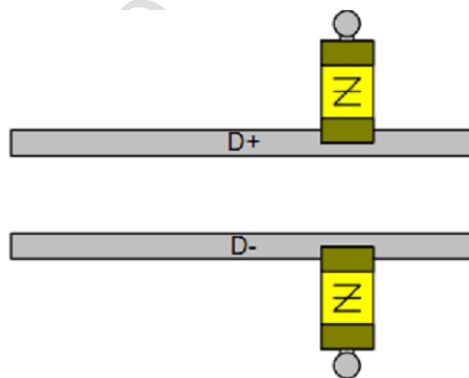
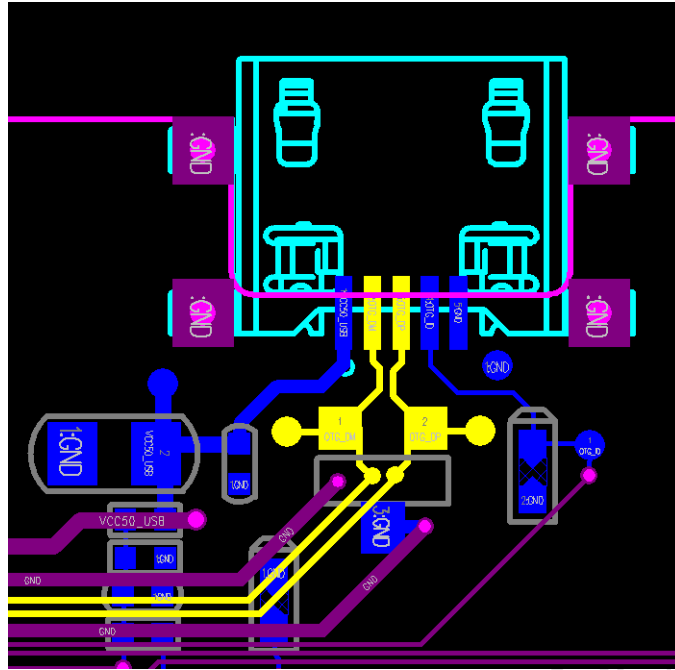

图10-6
图 10-7
- ESD保护器件、共模电感和大电容在布局时应尽可能的靠近USB接口，如图10-6、图10-7所示；